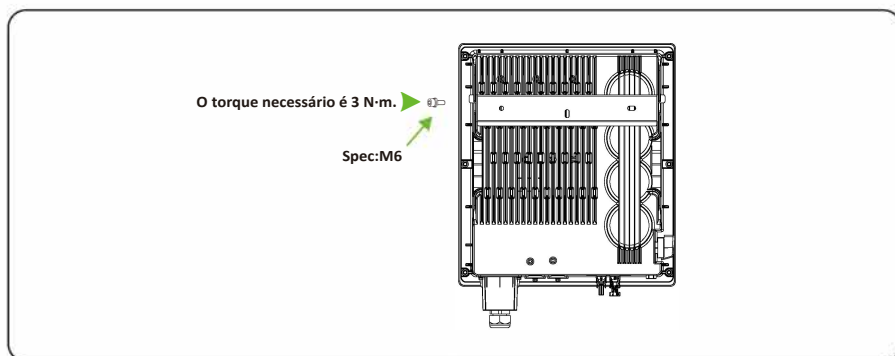

Figura 4.14 Fixe o Inversor
**Passo 2:** Monte o inversor no painel traseiro e mantenha-os alinhados, conforme mostrado na Figura 4.14.
**Passo 3:** Aperte os dois parafusos sextavados nas laterais do inversor com um torque de 1,2 N·m e 3 N·m, respectivamente, conforme mostrado na Figura 4.14.